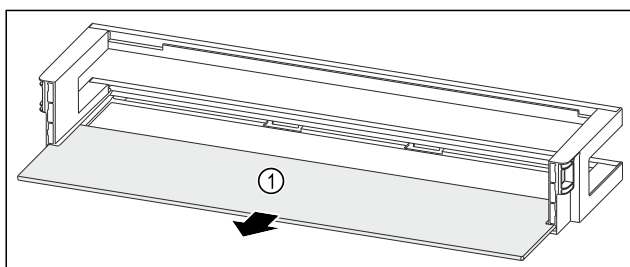

Fig. 131 Polica u vratima s policom za odlaganje
- Izvadite policu Fig. 131 (1).